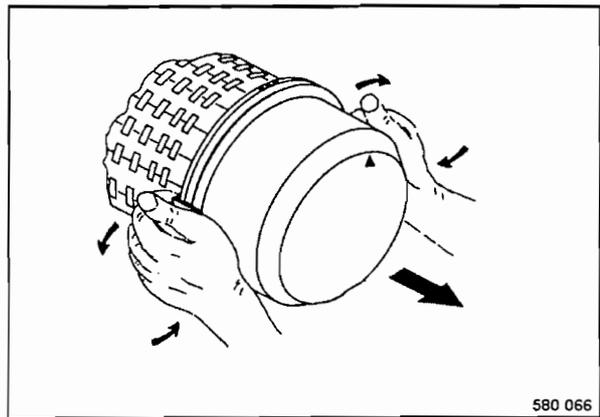

Fig. 106
- Abrir tres grapas en la tapa de la carcasa y retirar la tapa (Fig. 106).